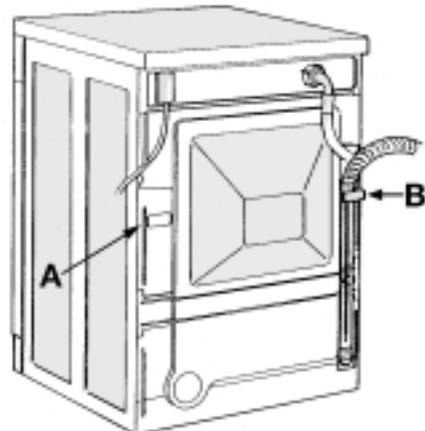

Fig. 1
- 1. Allentare il tubo flessibile di scarico soltanto dal fissaggio sinistro, (vedere freccia A in Fig. 1). Non allentare il fissaggio destro del tubo flessibile di scarico, (vedere freccia B in Fig. 1 altrimenti può fuoriuscire acqua (pericolo di scottature)).